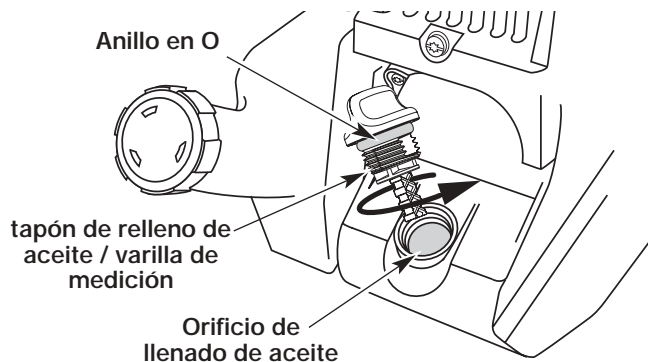

Fig. 17
6. Si el nivel está bajo, agregue una pequeña cantidad de aceite en el orificio de llenado de aceite y vuelva a medir (Fig. 17). Repita hasta que el nivel de aceite llegue hasta la parte superior de la varilla de medición.
**NOTA:** Verifique que el anillo en O esté en su lugar en el tapón de relleno de aceite / varilla de medición cuando mida y cambie el aceite (Fig. 17).